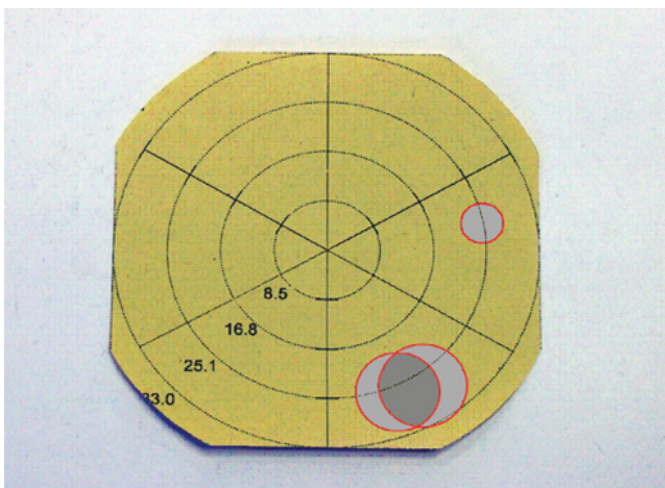

Figura 2
- sobreposto (figura 2)
- as marcas de pulverização estão ordenadas de forma muito descentrada (figura 2)